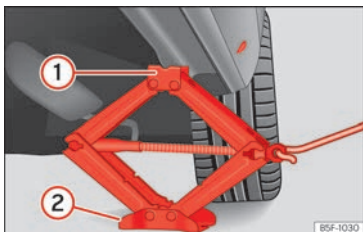

Abb. 198 Längsträger: Wagenheber ansetzen.
- Drehen Sie die Kurbel des unter dem Aufnahmepunkt des Längsträgers befindlichen Wagenhebers, bis sich die Nase (1) >>> **[Abb. 198]** unter der vorgesehenen Einführung befindet.
- Richten Sie den Wagenheber so aus, dass sein Aufnahmehorn (1) in die dafür vorgesehene Aufnahme am Längsträger „greift“ und die bewegliche Grundplatte (2) plan auf dem Boden aufliegt. Die Bodenplatte (2) muss sich dabei senkrecht unter dem Aufnahmepunkt (1) befinden.